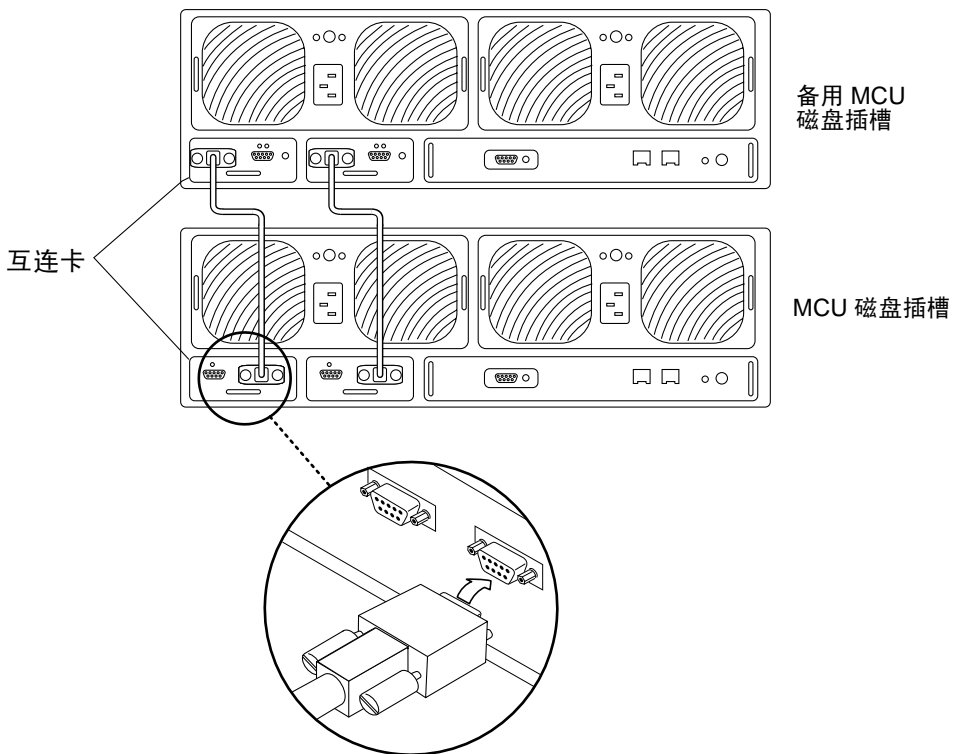

图 5 连接互连电缆
1. 如图 5 所示，用互连电缆连接所有磁盘插槽伙伴组的 MCU 和备用 MCU 互连卡。